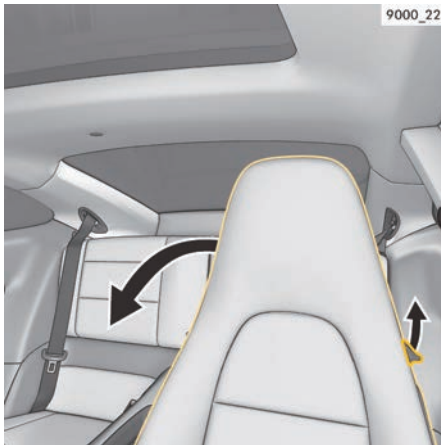

图 267: 向下折叠靠背
- ▶ 向上拉动靠背侧面的操纵杆（图 267）并向前折叠靠背。